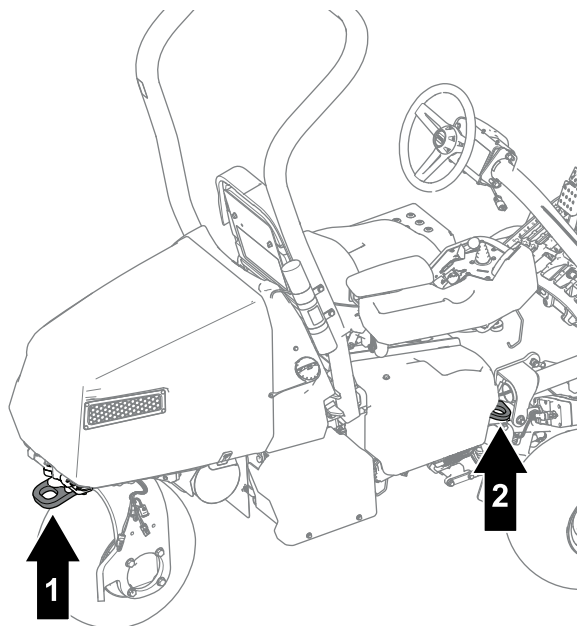

Figura 32
- Prenda a máquina de forma segura utilizando correias, correntes, cabos ou cordas. As correias frontal e traseira devem estar dirigidas para baixo e para fora da máquina (Figura 32).